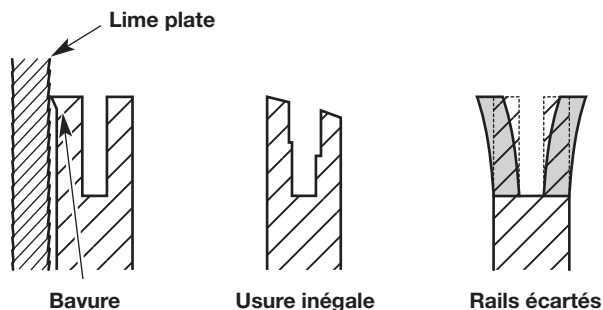

Fig. 39
3. Vérifiez fréquemment la tige de guidage afin d'y déceler des signes de dommages (Fig. 39). L'usure irrégulière et l'ébarbage des rails de guidage (les nervures de chaque côté de la rainure de la tige) sont des processus normaux d'usure de la tige de guidage. Ces défauts doivent être limés dès qu'ils se produisent (Fig. 39). Une tige de guidage avec les défauts suivants doit être remplacée :